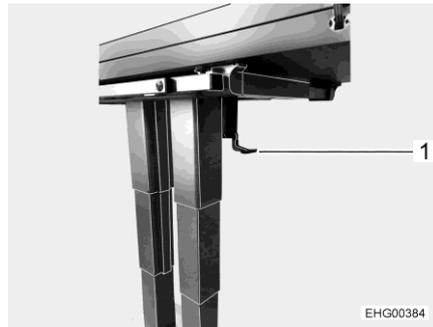

Fig. 94 Table, face inférieure
- Rabattre le levier de verrouillage (Fig. 94,2) vers le bas.